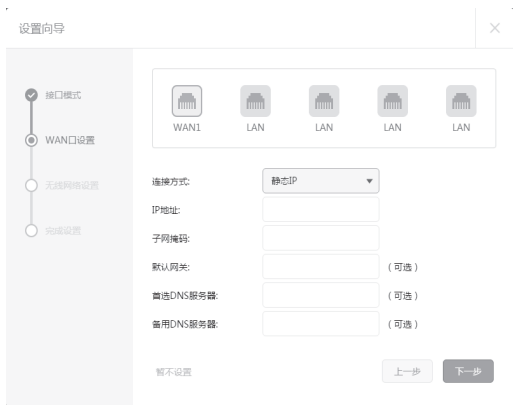

图4-5 WAN口设置-静态IP
- 3) 如果连接方式为“静态IP”，即拥有网络服务商提供的固定IP地址，则需要填写IP地址、子网掩码、网关地址和DNS服务器等内容，如图4-5所示。